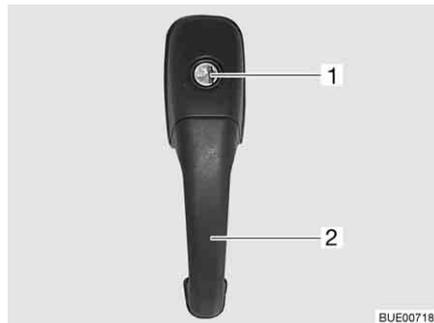

Fig. 29 Serratura della porta di ingresso, lato esterno
- Inserire la chiave nel cilindro della serratura (Fig. 29,1) e ruotare fino a quando la serratura della porta si sblocca.
- Tirare la maniglia della porta (Fig. 29,2). La porta è aperta.
- Inserire la chiave nel cilindro della serratura (Fig. 29,1) e ruotare fino a quando la serratura della porta si blocca.